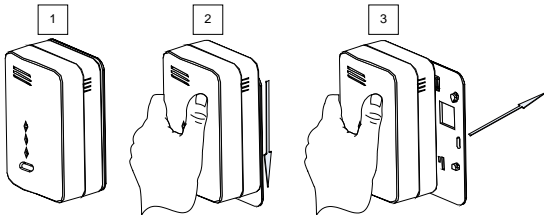

Bild 2
1. Entfernen Sie den Montagehalter vom Melder wie in Bild 2 gezeigt.
8. Setzen Sie den Melder auf den Adapter und rasten diesen durch herunterziehen ein (siehe Pfeilrichtungen, Bild 2). Prüfen Sie den sicheren Halt.